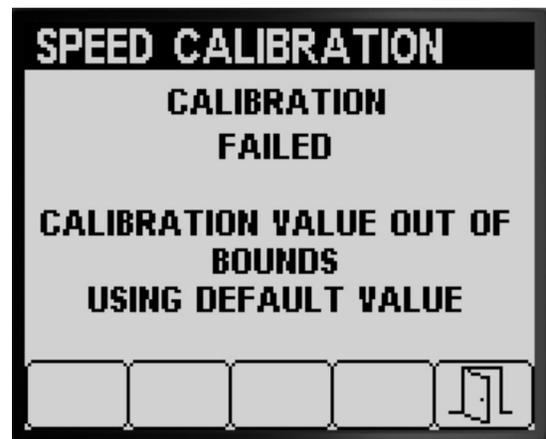

Figure 69
- Un message s'affiche indiquant l'échec de l'étalonnage de vitesse (Figure 69).
Remarque: Si la valeur d'étalonnage est hors limites (Figure 69), contactez votre concessionnaire -réparateur Toro agréé ; sinon, lisez le message d'erreur et répétez les étapes d'étalonnage sous Préparation de l'étalonnage de la vitesse (page 25) et Étalonnage de la vitesse (page 26).
5. Appuyez sur le bouton 5 pour quitter l'écran Étalonnage de vitesse (Figure 68 ou Figure 69).